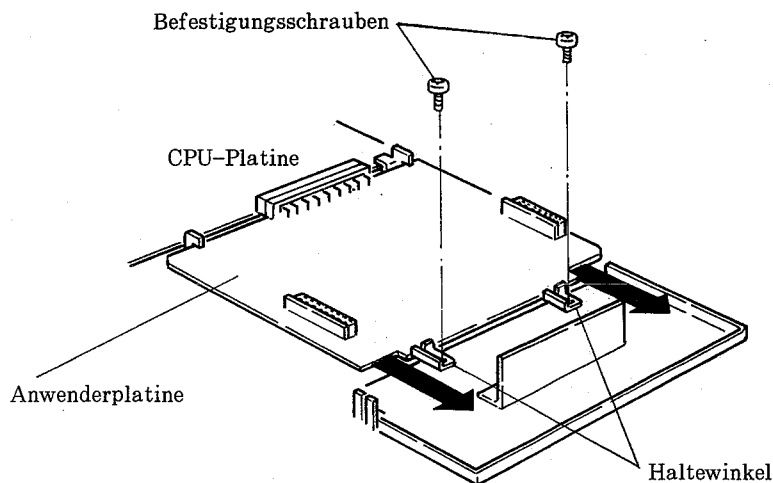

Abb. 4
- c) Die Befestigungsschrauben (2 Stück) der Anwenderplatine losdrehen (siehe Abb. 4).
- d) Den Haltewinkel (1) der Anwenderplatine in Pfeilrichtung ziehen, um die Anwenderplatine von der CPU-Platine abzutrennen. Danach den Haltewinkel (1) anheben und die Anwenderplatine entfernen (siehe Abb. 4).
- (4) Folgende Einstellungen an der anzuschließenden Zusatzspeicherplatine überprüfen oder einstellen.